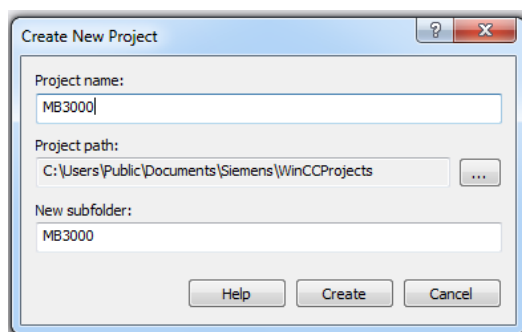

Рис. 5
1.1.4 В следующем диалоговом окне необходимо ввести имя проекта **Project Name** и нажать кнопку **Create** (Рис. 5).